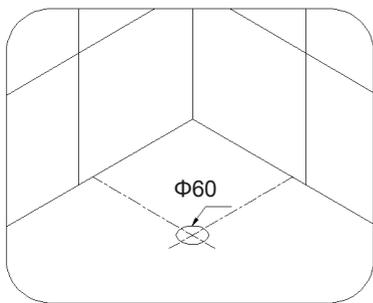

Рис. 1
1. Выберите место для установки. Определите позицию лотка и месторасположение сливного отверстия. Желательно расположить сливное отверстие в 100мм от слива поддона. См. рис. 1 для более подробной информации.